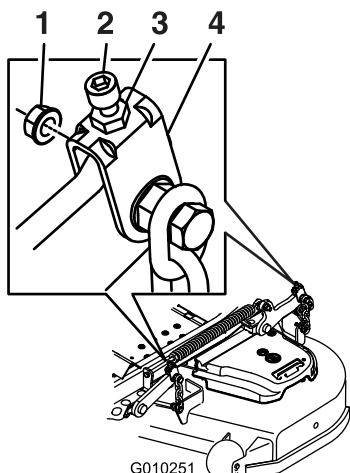

Figure 91
10. Le cas échéant, desserrez l'écrou Whizlock sur le côté de la chape et l'écrou de blocage sur le dessus (Figure 91).
17. Ajustez précisément la vis de réglage en la tournant jusqu'à obtention d'une hauteur de 8,3 mm (3-1/4 po) (Figure 91).